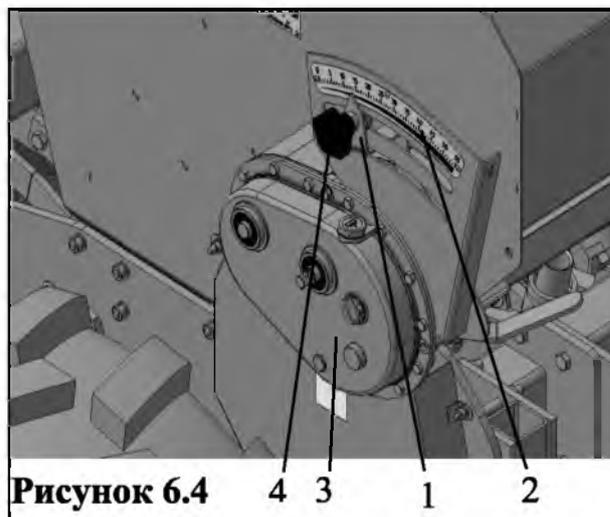

Рисунок 6.4
6.3.1 Установить указатель 1 на шкале 2 вариатора привода зерновых катушек 3 (рис. 6.4) (слева на бункере) на необходимое деление. Положение указателя 1 определить по графику 6.1 или 6.2.
**Решение:** Найти на оси «норма» графика 6.2 значение 200, поднять-ся вверх до пересечения с линией графика «пшеница». От точки пересечения, проведённой нами линии с линией графика, провести горизонтальную линию. Этим, мы определим положение указателя 1 (рис. 6.4) на шкале 2 вариатора 3.
6.3.2 Для установки нормы высева произвести пробный проверочный высев на месте. Определение высева прокруткой вариатора привода зерновых катушек 3 (рис.6.4) на стационаре для сокращения времени произвести из расчета посева сеялкой 1/100 га (100 м2).
Если при проверке окажется, что семян высевается меньше или больше требуемой нормы, повторить прокрутку, изменив положение указателя 1 (рис. 6.4) на шкале 2 вариатора 3. Так проверять до тех пор, пока не будет получен желаемый результат.